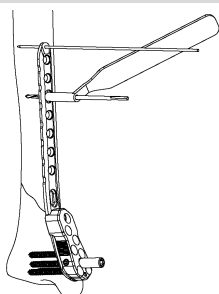

図 15
- 14) 2.5 ドリルガイド (S) を用いて、2.5 ドリルのドリル先端が対側皮質から 2mm 程突出するまでドリリングします。(図 15)